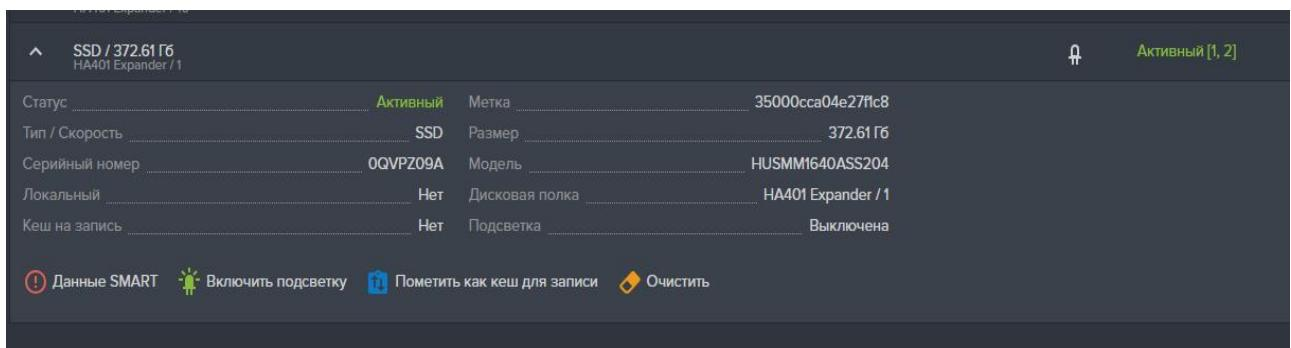

Рисунок 41 – Добавление дисков в кэша на запись
3. Нажмите на кнопку «Пометить как кэш для записи» (см. Рисунок 41).